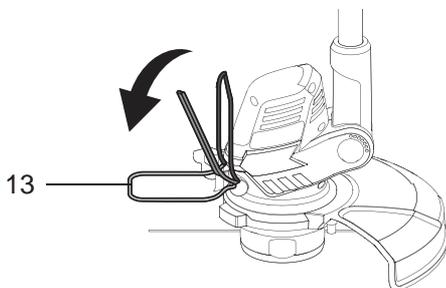

Fig. 2
- > Régler l'étrier [13] dans la position de travail (Fig. 2).